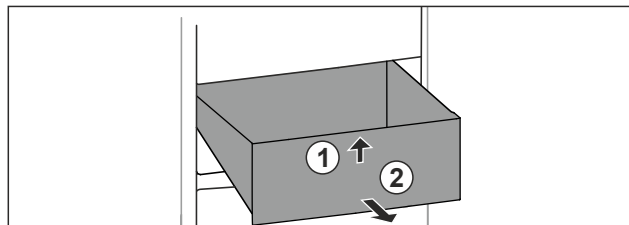

Fig. 135
- Schubfach vorne anheben. Fig. 135 (1)
- Schubfach nach vorne entnehmen. Fig. 135 (2)